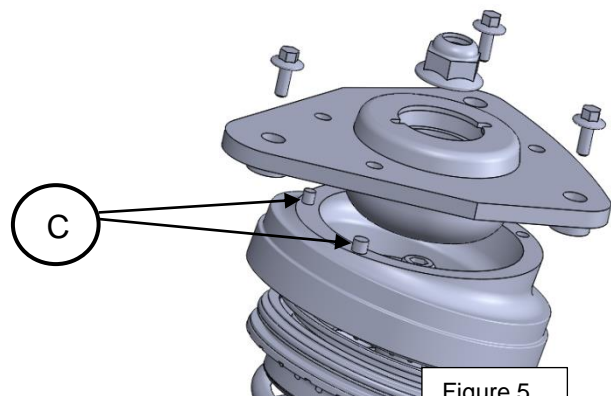

Figure 5
**Q34) Sur DR 9/9, préciser** quelle est la fonction des 2 ergots C indiqués sur la figure 5. **1 point**